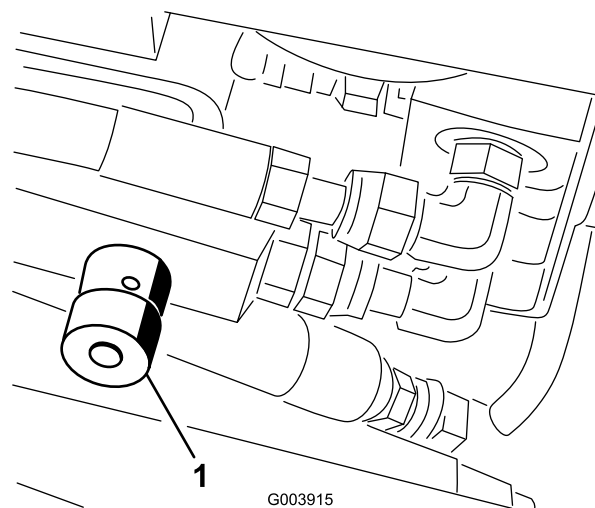

Figura 76
1. Levante o capot e localize a válvula no lado posterior esquerdo da máquina (Figura 76).